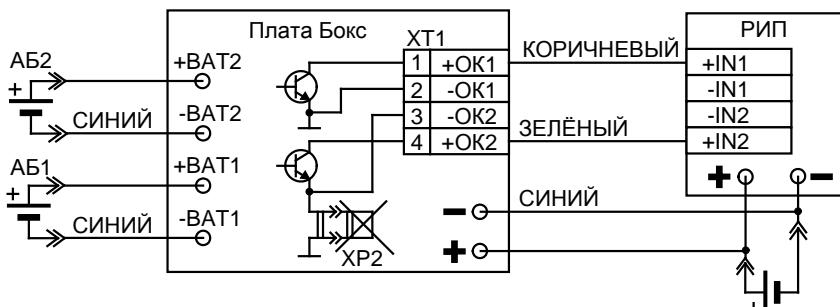

Рис.2
– по интерфейсу, в случае его подключения к РИП имеющие специальные входы (схема подключения Рис.2);
2.2.4 Порядок подключения к РИП (схема Рис.2).
1) Подключить провода кабеля, идущего от интерфейсного разъема XT1 Бокса к соответствующим клеммам РИП согласно схеме приведенной на Рис.2. Неиспользуемые провода зазолировать.
5) Подключить клеммы выходного кабеля, **соблюдая полярность**, непосредственно к выводам АБ, которая устанавливается в источник питания РИП (т.е. параллельно клеммам источника питания, см. рис.2).
2.3.1 Для работы Бокса совместно с приборами, имеющими специальные входы IN1 и IN2, подключение производится по схеме на рис.2. Использование специального интерфейса позволяет управлять работой Бокса, и получать информацию о его состоянии. Это даёт возможность наиболее полно использовать ресурс внутренних АБ Бокса.